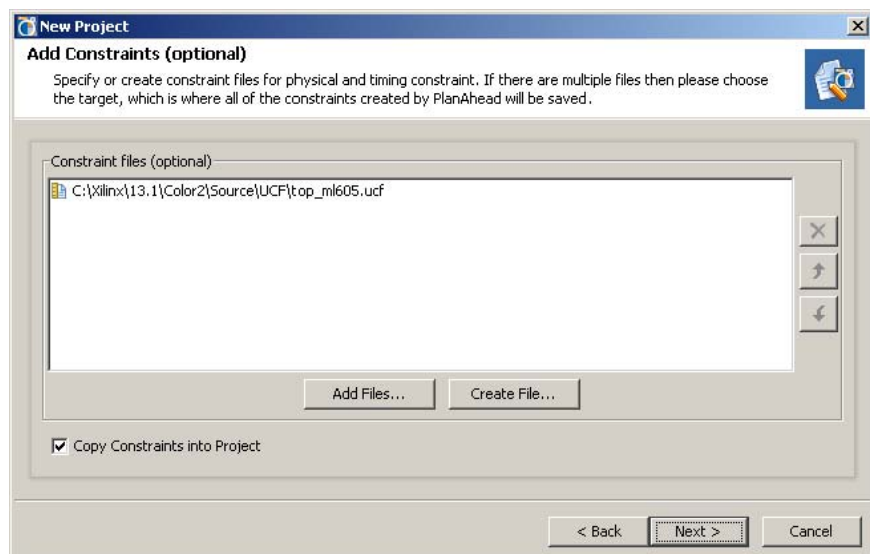

図 4-3 : [Constraints Files] ダイアログ ボックス
3. I/O およびタイミング制約を含む最上位レベルの制約ファイルを追加します。複数の UCF ファイルを使用できます。PlanAhead ソフトウェアは、インプリメンテーションの実行前にすべての最上位レベルの UCF ファイルをモジュールレベルの UCF ファイルと関連付けます。図 4-3 は、[New Project] → [Constraint Files] ダイアログ ボックスを示しています。